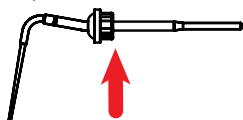
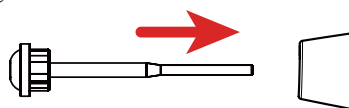

Figura 6 – Punta de trabajo
Figura 7 – Colocación de la punta de trabajo
3. Seleccione la punta de trabajo deseada y el conector hexagonal de la punta de trabajo (tal como indica la flecha roja en la Figura 6). Al colocar la punta de trabajo según se muestra en la Figura 7, puede seleccionar la dirección adecuada, según el uso, para introducir la punta de trabajo en el instrumento de calentamiento y obturación.